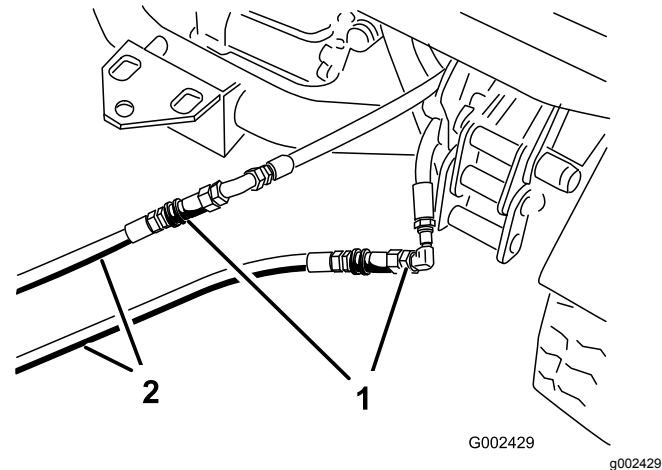

Figura 77
3. Sulla macchina in panne collegate i due tubi d'intervento ai tubi scollegati in precedenza (Figura 77).